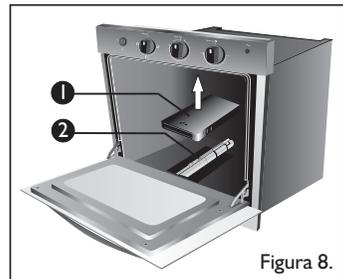

Figura 8.
- Retire el difusor de calor cuando éste se encuentre frío (Ver figura 8).